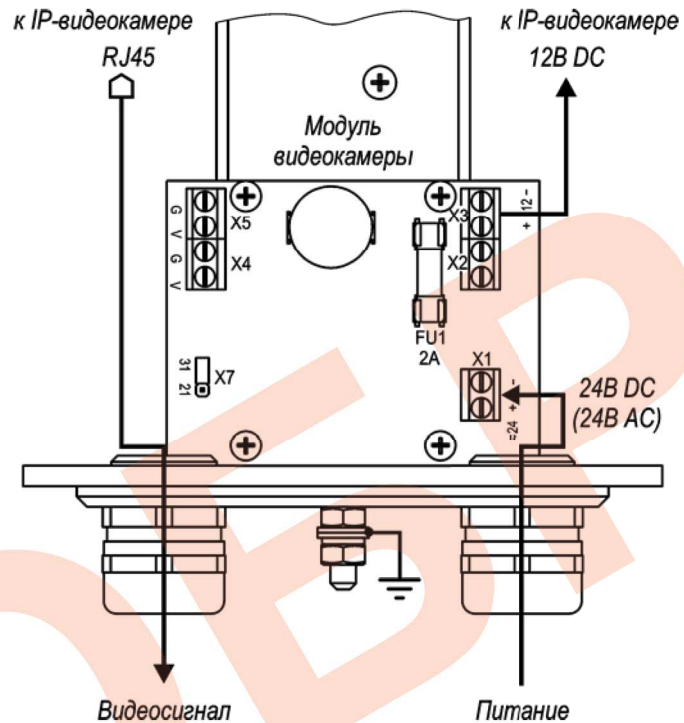

Рис.2 Схема подключения IP-видеокамеры
4. При необходимости изменить мощность обогрева, выкрутить 6 винтов крепления задней крышки гермобокса, выдвинуть модуль видеокамеры из кожуха и установить джампер X7 в нужное положение (рис.2). Установить модуль видеокамеры обратно в кожух. Закрутить 6 винтов крепления задней крышки с усилием $5 \pm 0,5$ Нм.
Предприятием изготовителем джампер Х7 установлен в положение «31» - мощность обогрева 31 Вт, для изменения мощности на 21 Вт джампер Х7 необходимо переставить в положение «21» (см. рис.2).